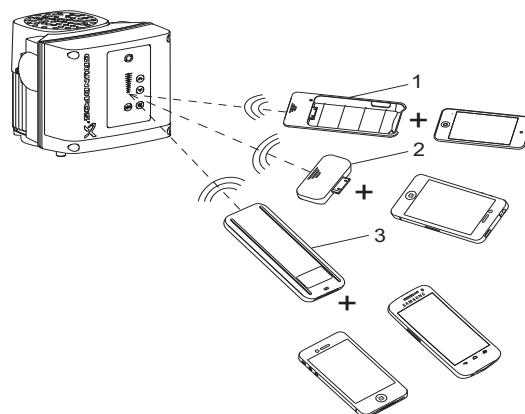

Рис. 10 Связь между GO Remote и насосом посредством радио- или инфракрасного сигнала
GO Remote работает с тремя различными мобильными интерфейсами (MI). См. рис. 10.